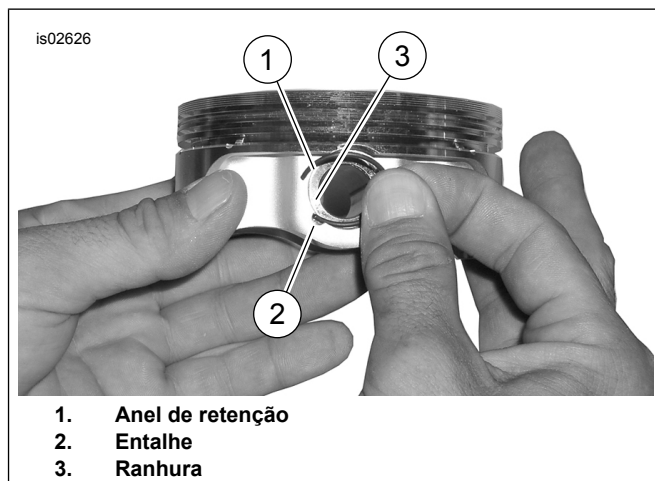

Figura 3. Anel de retenção e pistão
- Veja Figura 3. Introduza a extremidade aberta do anel de retenção (1) no entalhe (2) da ranhura (3) ao redor do ressalto do pino do pistão para que a lacuna fique na posição 12:00 ou 6:00 quando instalado.